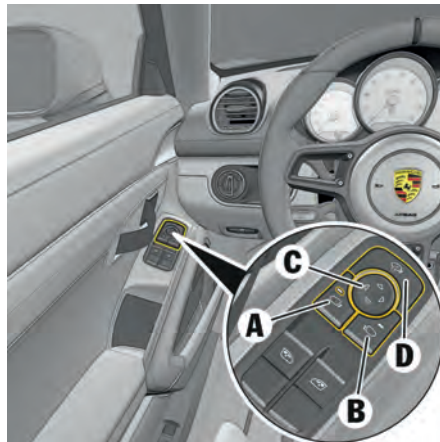

Fig. 193 : Utilisation des rétroviseurs extérieurs
- ▶ Appuyez sur la touche **D** (voir fig. 193 à la page 237).
Une fois le contact mis, les rétroviseurs extérieurs ne se déploient pas automatiquement si vous les avez auparavant rabattus manuellement à l'aide de la touche **D** (fig. 193 à la page 237).